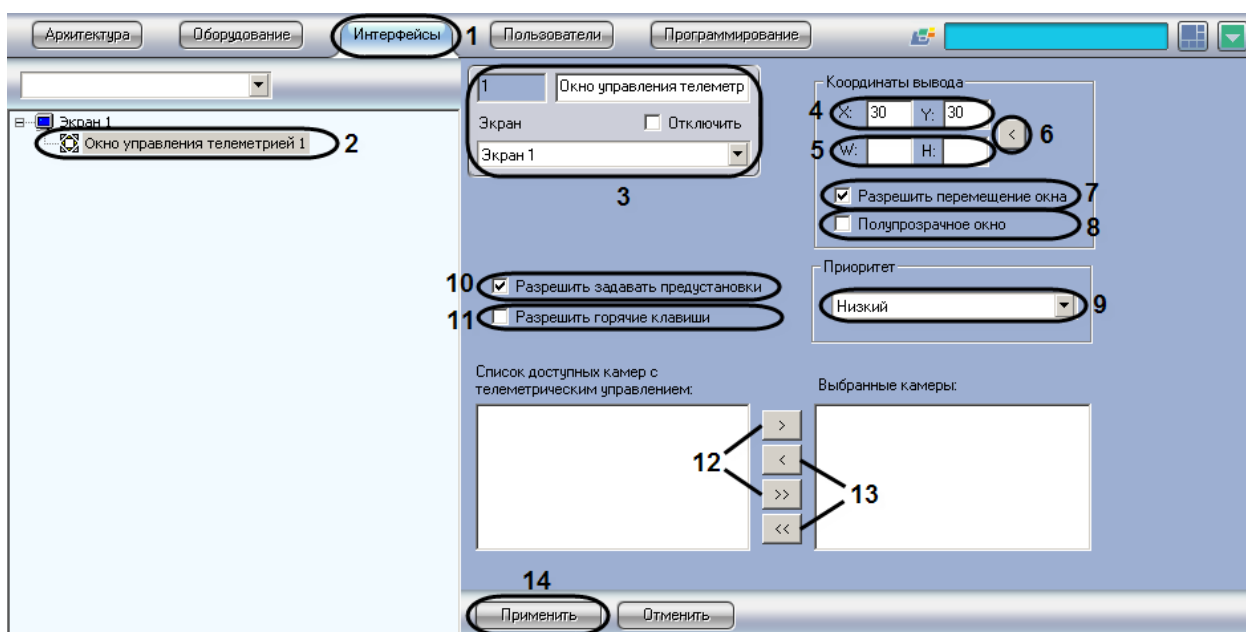

Рис. 3.4—12 Настройка Окна управления телеметрией
1. Перейти во вкладку «Интерфейсы» диалогового окна «Настройки» ПК «Интеллект» (Рис. 3.4—12, 1).
2. На базе объекта «Экран» создать интерфейсный объект «Окно управления телеметрией» или выбрать соответствующий объект в дереве объектов во вкладке «Интерфейсы» диалогового окна «Настройки» ПК «Интеллект» (Рис. 3.4—12, 2).
3. При создании объекта «Окно управления телеметрией» необходимо указать идентификационный номер, название объекта и выбрать объект «Экран», на основе которого создается объект «Окно управления телеметрией» (см. Рис. 3.4—12, 3).
телеметрией на экране и выражаются в процентном соотношении относительно размеров экрана по горизонтали и вертикали соответственно (см. Рис. 3.4—12, 4).
5. Ввести размеры интерфейсного объекта «Окно управления телеметрией»: поля «W» (ширина окна) и «H» (высота окна). Размеры выражаются в процентном соотношении относительно размеров экрана по горизонтали и вертикали соответственно (Рис. 3.4—12, 5).
Примечание. Кнопка «<» (см. Рис. 3.4—12, 6) используется для автоматического ввода текущих координат объекта, заданных пользователем при работе с Окном управления телеметрией.